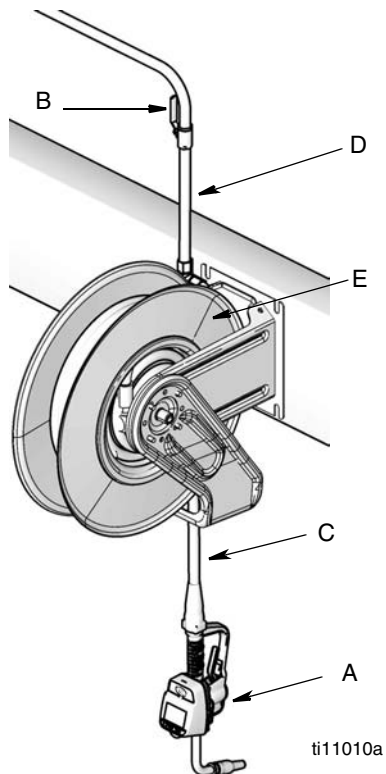

ABB. 13
## Typische Installationen (ABB. 13)
Die in ABB. 13 dargestellte typische Installation ist nur ein Leitfaden. Es handelt sich nicht um eine vollständige Systemauslegung. Kontaktieren Sie Ihren Graco-Händler zwecks Unterstützung bei der Planung eines Systems, welches Ihren Anforderungen gerecht wird.
2. Schließen Sie das Absperrventil (B, ABB. 13).
1. Schließen Sie das Fluidabsperrventil (B, ABB. 13, Seite 11) an allen Abgabestellen.
4. Öffnen Sie langsam das Absperrventil (B) an der Abgabestelle. Spülen Sie eine ausreichende Menge an Öl heraus, um sicherzustellen, dass das gesamte System gereinigt wurde; schließen Sie dann das Ventil.